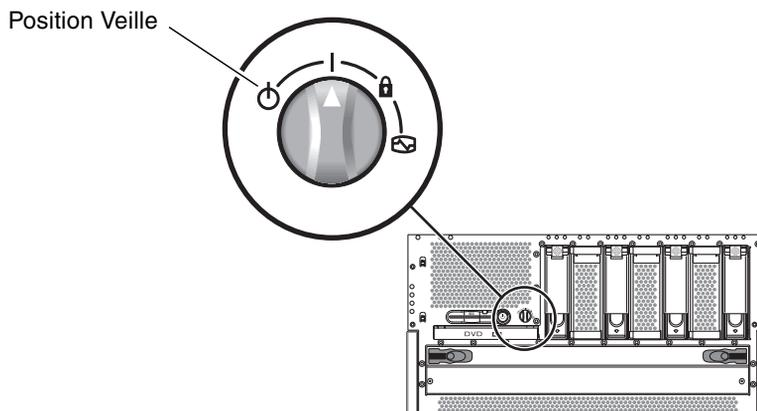

FIGURE 4-24 Mise du commutateur rotatif sur la position Veille
2. Mettez le commutateur rotatif sur la position Veille (voir FIGURE 4-24).